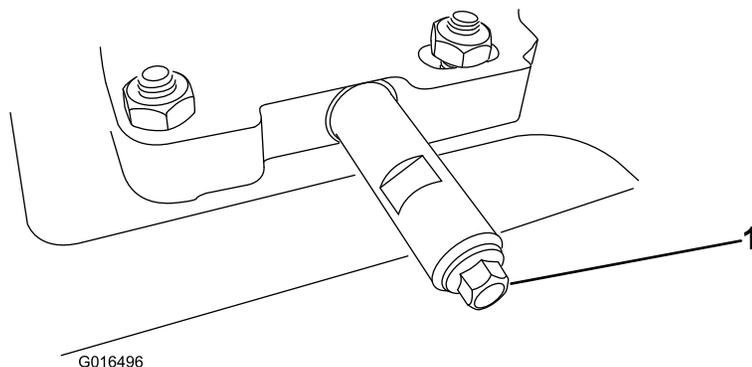

Figura 47
1. Pulite l'area intorno al tappo di spurgo dell'olio (Figura 47).